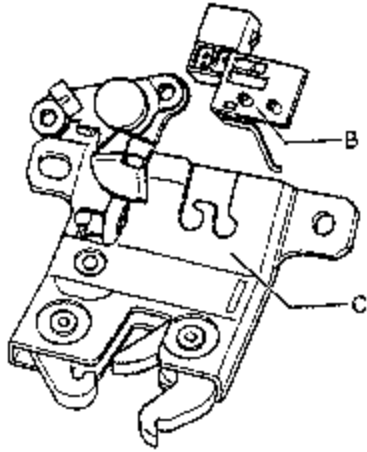

图 11-99 拆卸行李箱照明开关
- ② 如图 11-99 所示。从锁中拆下行李箱照明的开关，并且从尾门锁 C 中取出行李箱照明的开关 B。
(2) 行李箱照明灯的安装
①如图 11-99 所示，把开关 B 插入尾门锁 C 中，并且给开关 B 定位。
②安装开关的塑料保护罩。